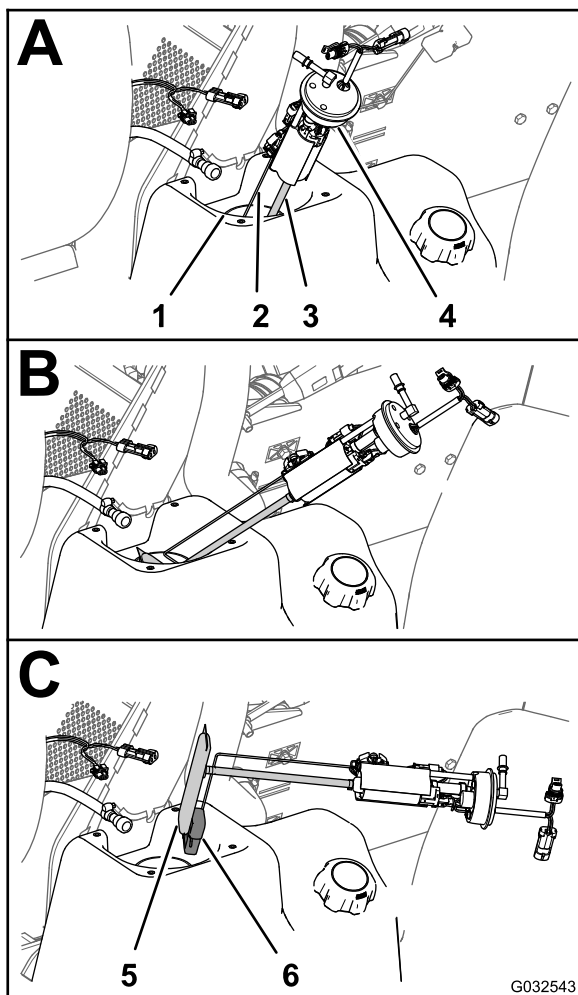
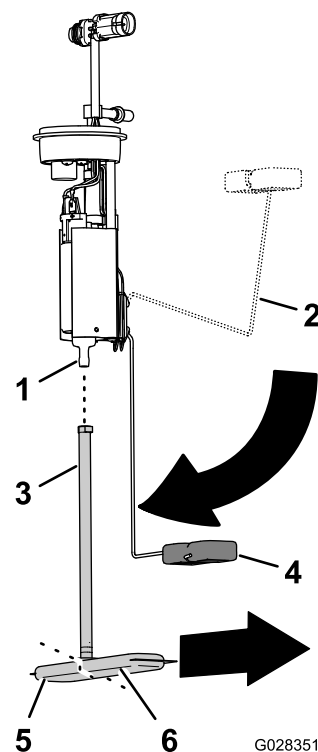

Рисунок 87
Рисунок 88
4. Осторожно поднимите и поверните топливный насос / устройство передачи сигнала, чтобы извлечь их из горловины топливного бака (Рисунок 87).
1. Снимите топливозаборную трубку топливного фильтра со штуцера топливного насоса (Рисунок 88).
2. Совместите топливозаборную трубку нового топливного фильтра со штуцером топливного насоса (Рисунок 88).
3. Совместите длинную часть топливного фильтра с поплавком, когда рычаг поплавка находится в положении «пустой бак» (Рисунок 88).
4. Вставьте штуцер топливного насоса в топливозаборную трубку до полной посадки штуцера (Рисунок 88).
1. Удерживая рычаг поплавка и топливозаборную трубку вместе, вставьте поплавок и топливный фильтр в отверстие топливного бака (Рисунок 87).
2. Введите до упора топливный насос / устройство передачи сигнала в отверстие в баке (Рисунок 87 и Рисунок 88).
3. Установите уплотнение и гайку на топливный насос / устройство передачи сигнала и на горловину топливного бака, затяните гайку от руки (Рисунок 87).
4. Подсоедините муфту топливного шланга к штуцеру топливного насоса (Рисунок 87).
5. Подсоедините 2-гнездовой разъем жгута проводов машины к 2-штыревому разъему топливного насоса / устройства передачи сигнала; подсоедините 2-штыревой разъем жгута проводов машины к 2-гнездовому разъему топливного насоса / устройства передачи сигнала (Рисунок 87).